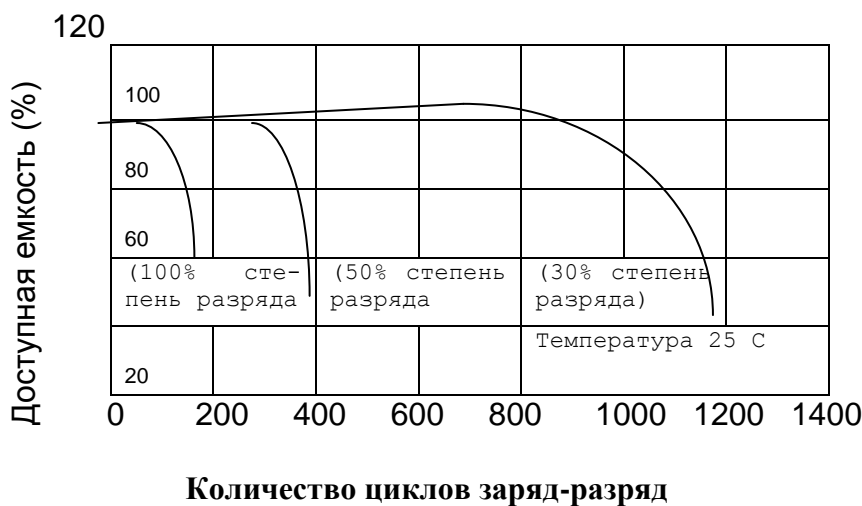

Рисунок 6
14.3 Средний срок службы батареи может изменяться от 3-х до 5 лет в зависимости от режима эксплуатации; например, срок службы аккумулятора существенно увеличивается при уменьшении глубины разряда (рисунок 6) Именно поэтому не рекомендуется разряжать батарею более чем на 50% от номинальной емкости.